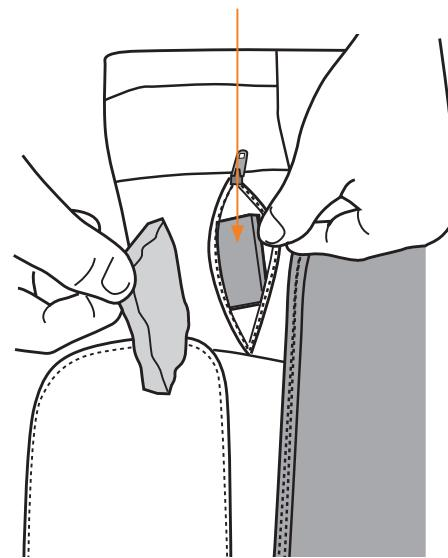

Fig.10
2. Ouvrez la fermeture à glissière et retirez le carré en mousse (Fig.10).